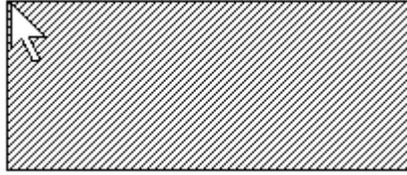

Abb. 7-1-18 Geänderte Mauszeigerform zum Einfügen von [Text]
- Die Form des Mauszeigers verändert sich und wird jetzt zusammen mit einem Rechteck angezeigt (siehe Abb. 7-1-18).